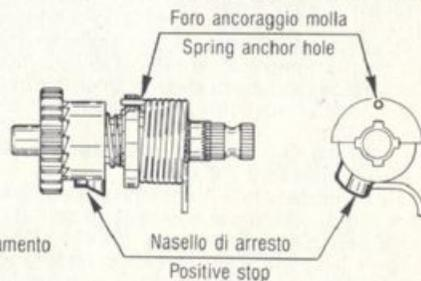

FIG. 47 Controllo fase gruppo avviamento
- 17) PRIMA di montare il gruppo avviamento verificare che la fase tra nasello di arresto sullo scorrevole e il foro d'ancoraggio della molla di richiamo sia di circa  $180^\circ$  (vedi fig. 47).